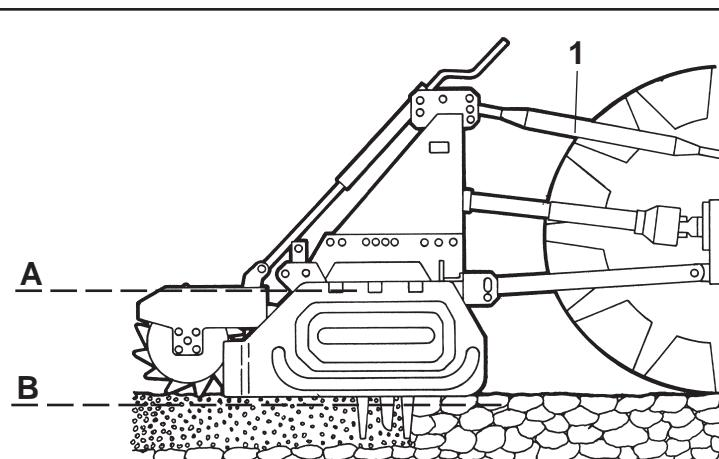

Fig. 9
4 - Collegare il terzo punto superiore ed effettuare una corretta regolazione con il tirante (1 Fig. 9) verificando che il piano superiore della macchina (A Fig. 9) risulti parallelo al piano terra (B Fig. 9). Ciò è molto importante allo scopo di ottenere il parallelismo tra asse albero presa di forza della macchina e quello della presa di forza del trattore. Operare in queste condizioni significa limitare le sollecitazioni sulla presa di forza stessa e prolungare la durata dell'albero cardanico e della macchina stessa.
*4 - Connect the upper third-point and correctly regulate by means of the adjuster (1 Fig. 9), checking that the upper surface of the machine (A Fig. 9) is parallel to the ground (B Fig. 9). This is very important since it achieves parallelism between the axis of the machine and that of the tractor pto. When the implement operates in these conditions, there will be less stress on the pto itself while the cardan shaft and implement will be much less subject to wear.*
*4 - Den oberen Kupplungspunkt anschließen und den oberen Lenker (1 Abb. 9) korrekt einstellen. Sicherstellen, daß die obere Haubenkante der Maschine (A Abb. 9) parallel zum Boden (B Abb. 9) steht. Das ist sehr wichtig, um die Parallelität zwischen der Achse der Maschine und der Schlepper-Zapfwelle zu erhalten. Wenn diese Parallelität gegeben ist, wird die Zapfwelle weniger belastet und das Leben von Gelenkwellen und Gerät wird verlängert.*
*4 - Reliez le troisième point supérieur et réglez correctement à l'aide du tirant (1 Fig. 9). Assurez-vous que le plan supérieur de la machine (A Fig. 9) soit pratiquement parallèle au terrain (B Fig. 9). Ceci est très important en vue d'obtenir le parallélisme entre l'axe de la houe et celui de la prise de force du tracteur. Travailler dans ces conditions signifie limiter les sollicitations sur la prise de force et prolonger la durée de l'arbre à cardans, mais aussi de la machine.*
*4 - Conectar el tercer punto superior y efectuar una correcta regulación con el tirante de regulación (1 Fig. 9) controlando que el plano superior de la máquina (A Fig. 9) resulte paralelo al suelo (B Fig. 9). Esto es muy importante para obtener parelelismo entre el eje de la binadora y el eje de la toma de fuerza del tractor. Esto permite limitar los esfuerzos sobre la toma de fuerza misma y hacer durar el árbol cardánico y la máquina misma.*